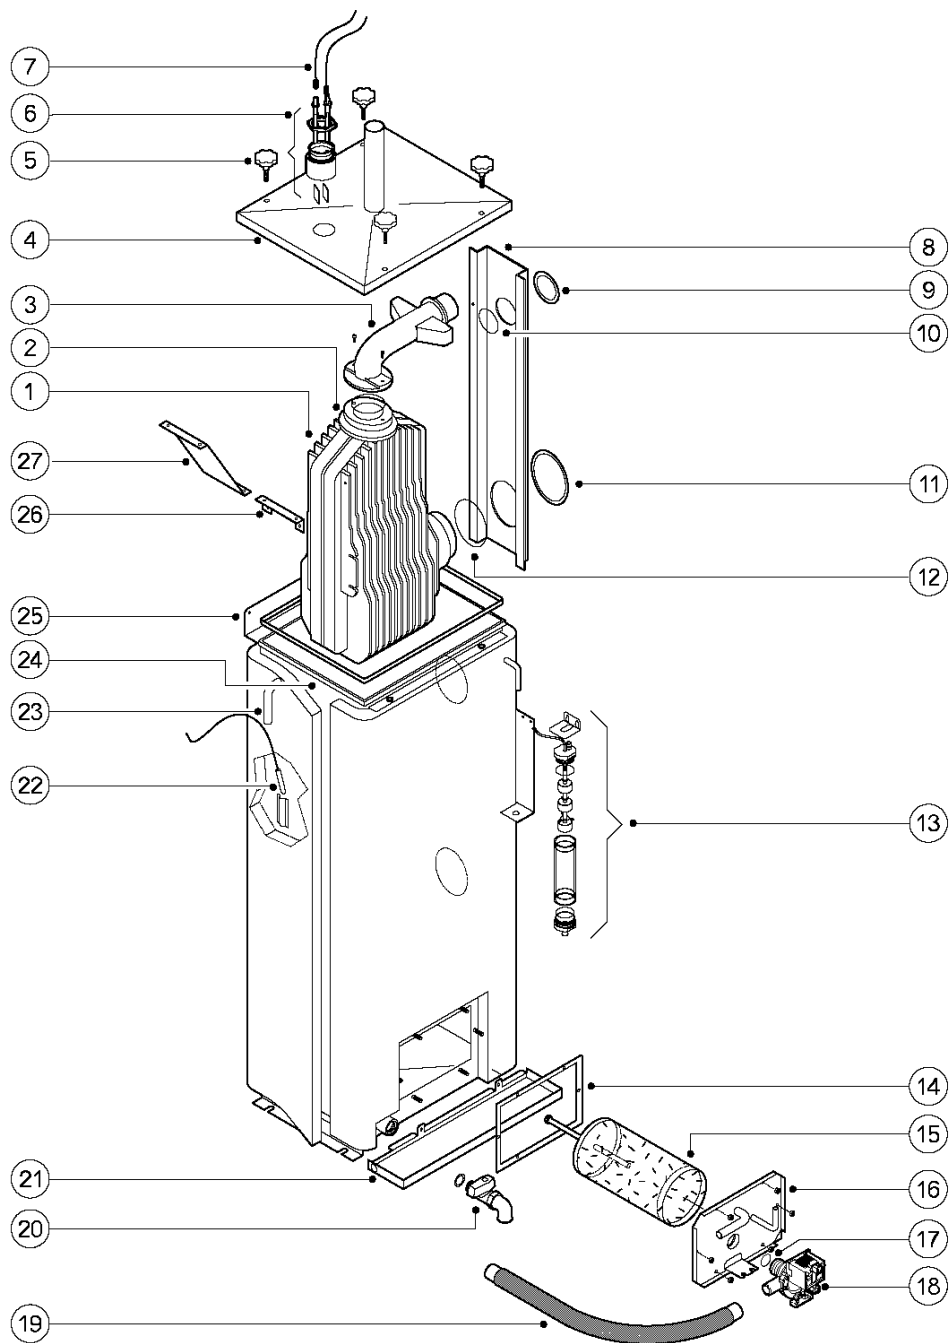

Рис. 11.4.2
Для замены теплообменника выполните действия по п. 11.1 (Рис. 11.1.1 и 11.1.2). После снятия всей секции теплообменника Н, отверните 6 винтов М6, крепящих кронштейн (поз. 8, Рис. 11.4.2) к теплообменнику (поз 1, Рис. 11.4.2) и к коленчатому патрубку (поз. 3, Рис. 11.4.2). После снятия кронштейна выверните 2 винта М6, удерживающих патрубки на теплообменнике. Снимите и замените теплообменник. Для обеспечения герметичности после каждого технического обслуживания или замены теплообменника используйте новые соответствующие уплотнительные прокладки (поз. 2, 10, 11,12, 14 на Рис. 11.4.2).
- Разъединив ленту-липучку Velcro с левой стороны цилиндра, раскройте теплоизоляцию настолько, чтобы был виден датчик NTC (поз. 22, Рис. 11.4.2);